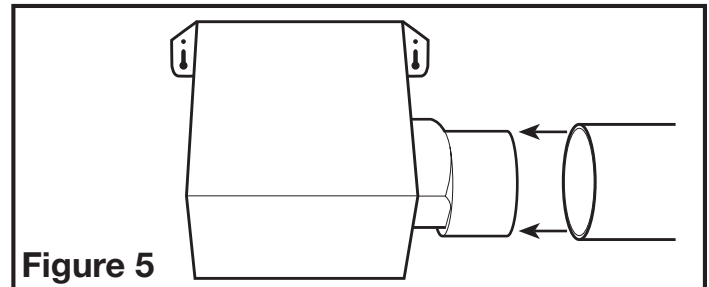

Figure 5
- Raccorder le conduit au collet de conduit du ventilateur (Figure 5). Fixer en place à l'aide de ruban ou de serre-joint. Toujours évacuer le ventilateur vers l'extérieur au travers de chapeau mural ou de toit.